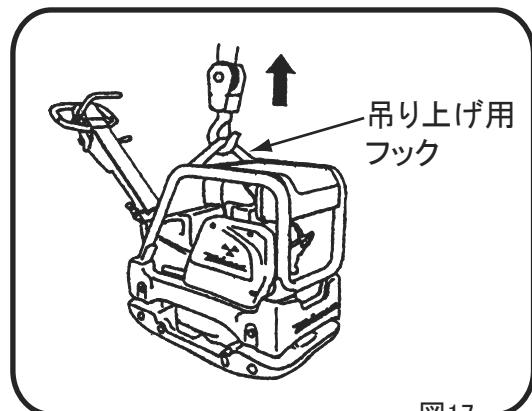

図17
- 3 吊り上げの際は必ずガードフレームのフックに吊り上げ具を引掛けて下さい。(図17)